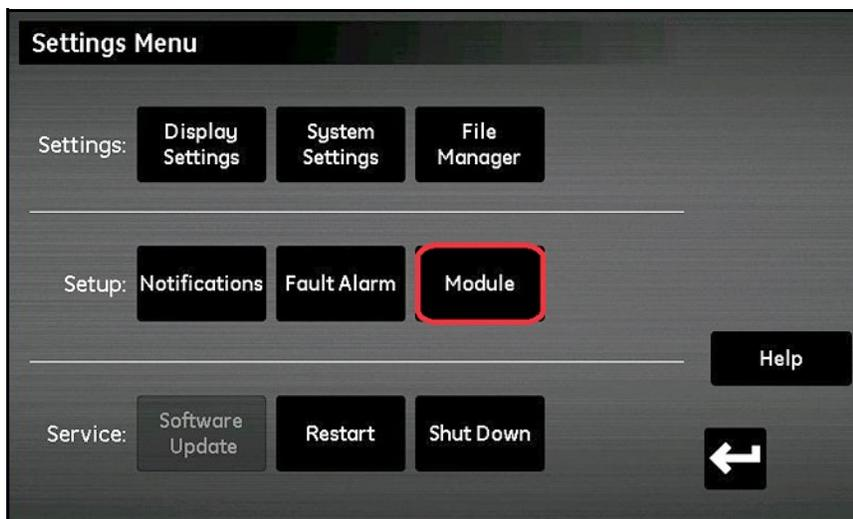

Abbildung 94: Modul-Aktualisierung
4. Tippen Sie im Bereich **Konfiguration** auf die Schaltfläche **Modul** (siehe *Abbildung 94* unten).